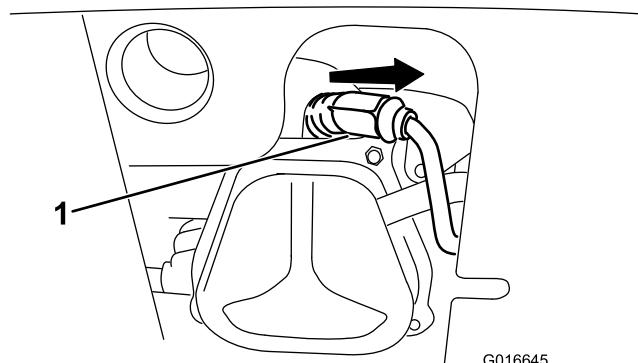

Figura 35
1. Retire el protector de goma (Figura 35).